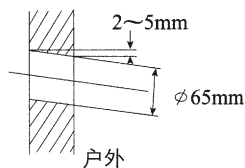

图 6
- 1 首先如图 6 所示在墙上钻孔，为使冷凝水能流得顺畅，请将此孔略向外倾斜。